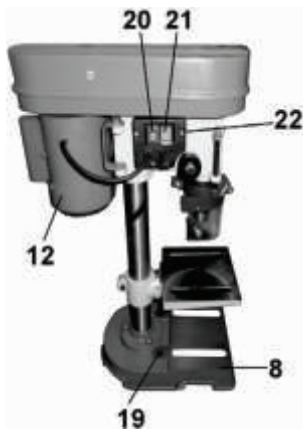

Рис. 3
10.3. Станок оснащен магнитным пускателем (22), предотвращающим самопроизвольное включение после отключения питания, Рис.3. Включение станка производится нажатием на красную кнопку (21), отключение станка производится нажатием на красную кнопку (20), Рис.3.